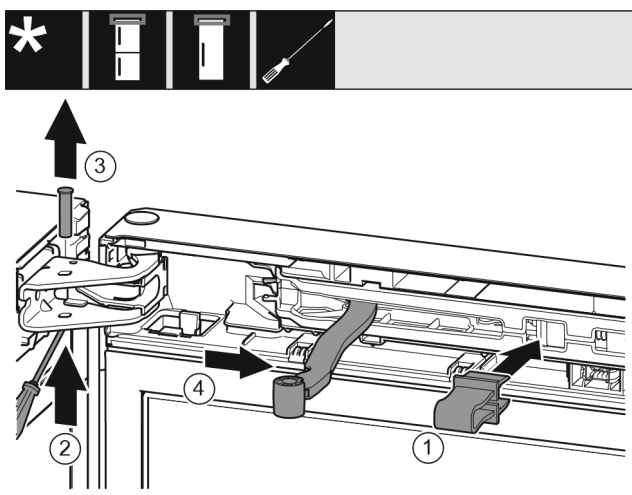

Fig. 9
- Fixați în poziție siguranța Fig. 9 (1) în deschizătură.
- Scoateți prin glisare bolțul Fig. 9 (2).
- Extrageți în sus bolțul Fig. 9 (3).
- Rotiți articulația Fig. 9 (4) în direcția ușii.